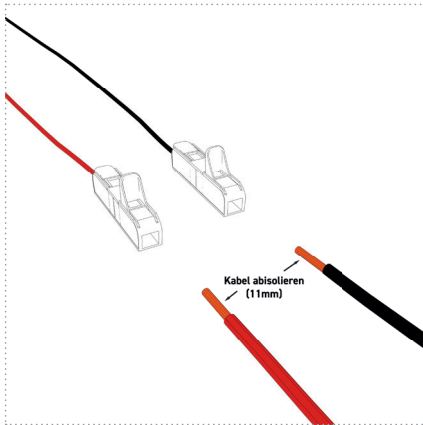

Abbildung: 18
2. Isolieren Sie die bordseitigen Anschlusskabel 11 mm ab (Abbildung 18).